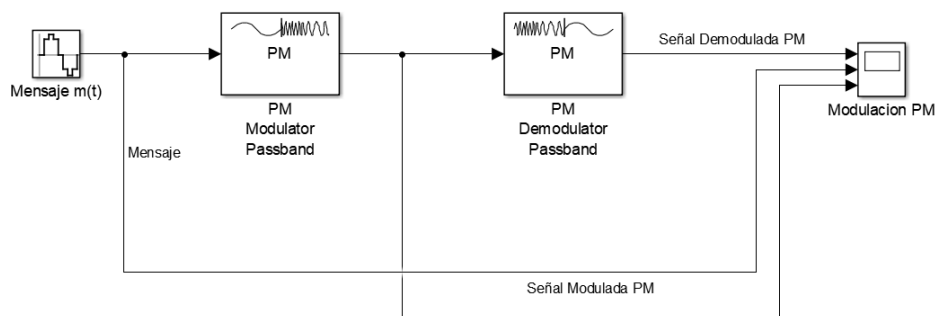

Figura 6: Bloque Modulador y Demodulador PM
1. Localice el archivo **PM.slx** y proceda a abrirlo. Es importante que inspeccione el archivo y los bloques estén interconectados de forma correcta. En la figura 6 se muestra el diagrama de bloques para un modulador y demodulador en Simulink.